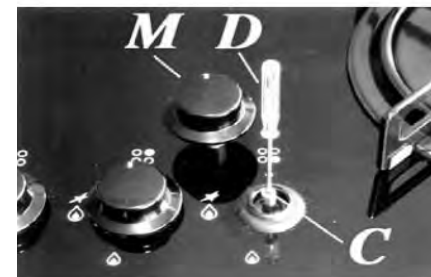

Рис. 14
-Снимите ручку вентиля «М» (рис. 14), которая просто надевается на стержень и ничем не закреплена. Вставьте маленькую отвертку «О» в отверстие «С» и поворачивайте стопорный винт вправо или влево до тех пор, пока пламя конфорки не отрегулируется до соответствующего позиции «Минимум».